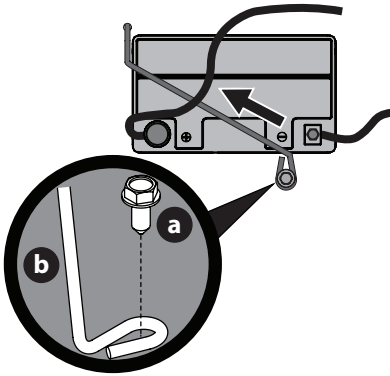

Fig. 15
**NOTA:** el mazo de cables debería colocarse sobre la parte superior de la barra de sujeción de batería. De no ser así, el mazo de cables podría resultar dañado (Fig. 15 en la página 48).
3. Extraiga el tornillo de arandela hexagonal (a) que sujeta la barra de sujeción de la batería al bastidor (b). Luego levante la barra de sujeción de la batería (b) para liberar la batería (Fig. 15).